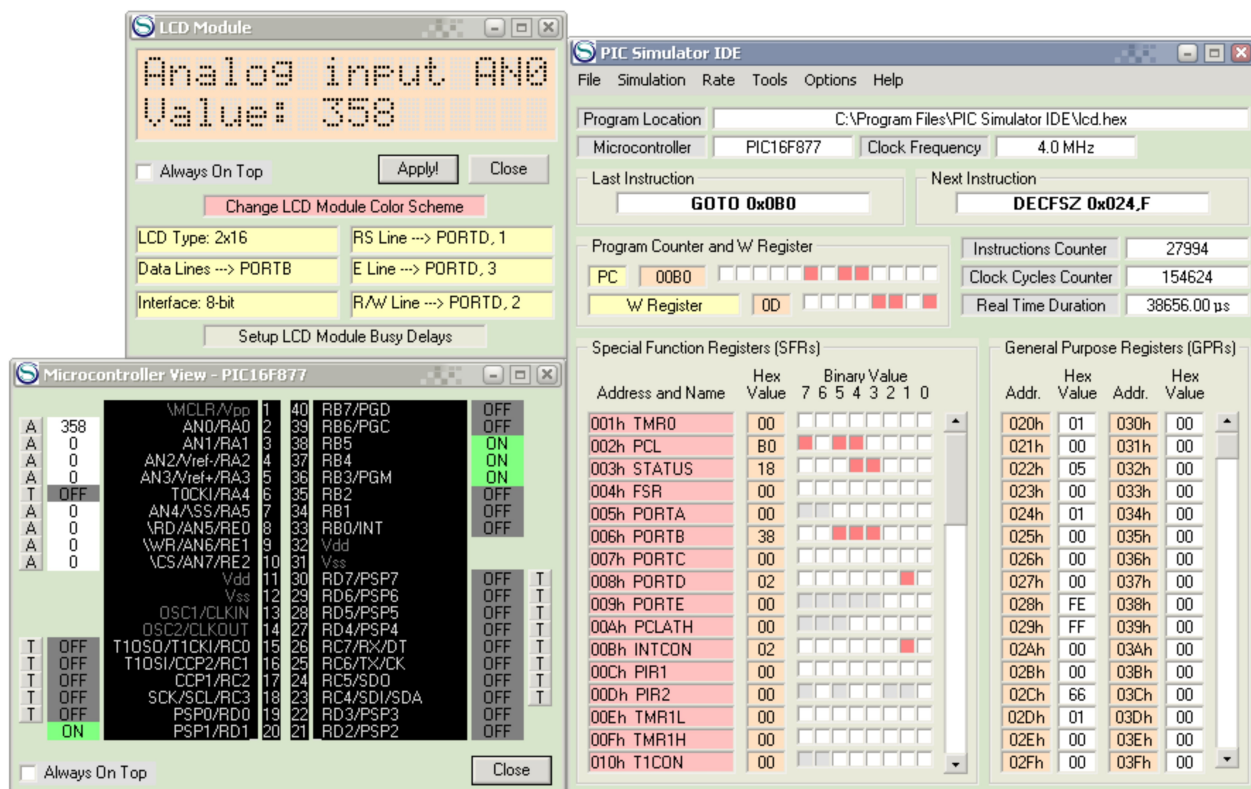

Рис. 6 Вигляд екрану з виконуваною програмою «Робота з модулем LCD»
- Вид екрану з виконуваною програмою показано на рис. 6.